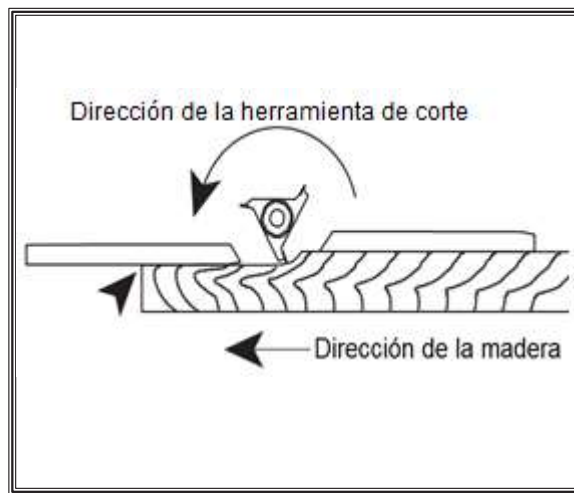

Figura 30. Ajuste del guía
7. Una vez que la navaja se ha detenido por completo, ajuste la guía de forma que toque apenas la nueva orilla a cortar como se muestra en la Figura 30.